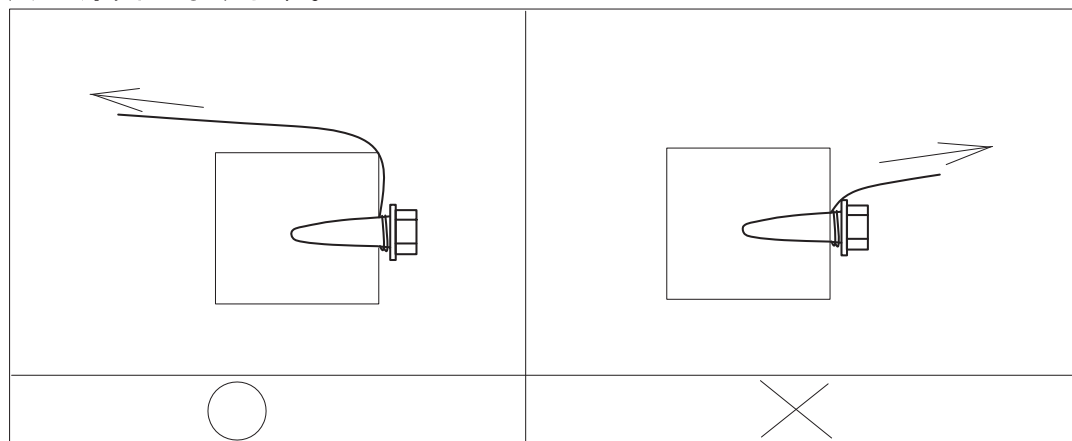

図 29
- コーチねじの取付けは 18 ページ図 29 の「コーチねじ取付要領」を参照ください。